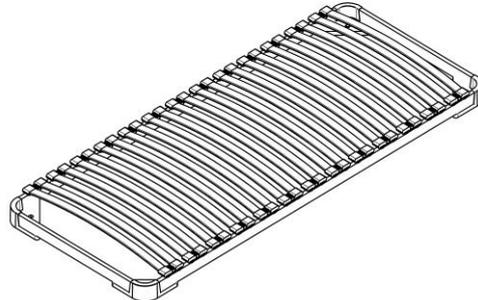

Рисунок 6
7. Переверните гибкое кроватное основание (рисунок 6) и вставьте в кровать.